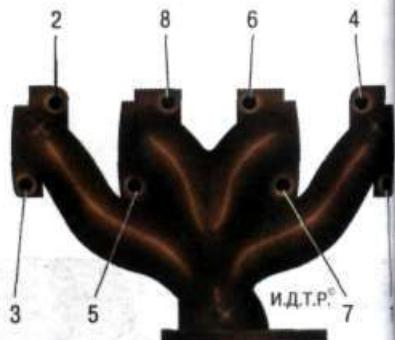

Рис. 5.6. Последовательность отворачивания гаек крепления выпускного коллектора
2. Отверните восемь гаек крепления выпускного коллектора в последовательности, указанной на рис. 5.6.